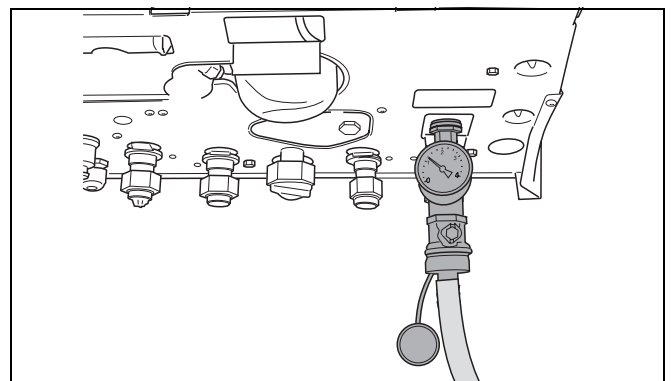

Fig. 9 Svuotamento dell'apparecchio single
- Collegare il tubo flessibile al rubinetto di carico dell'apparecchio (fig. 9).